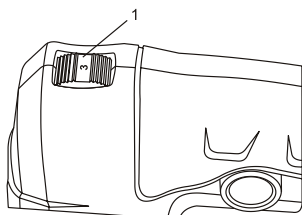

Fig. 7
Réglez la vitesse de la scie sauteuse en tournant le cadran (1) à la vitesse appropriée (Fig. 7). Pour obtenir une basse vitesse, tournez le cadran de la commande de vitesse variable vers l'arrière de la scie. Le chiffre « 1 » sur le cadran correspond à la vitesse la moins élevée, le « 3 » à une vitesse moyenne et le « 6 » à la vitesse la plus élevée.